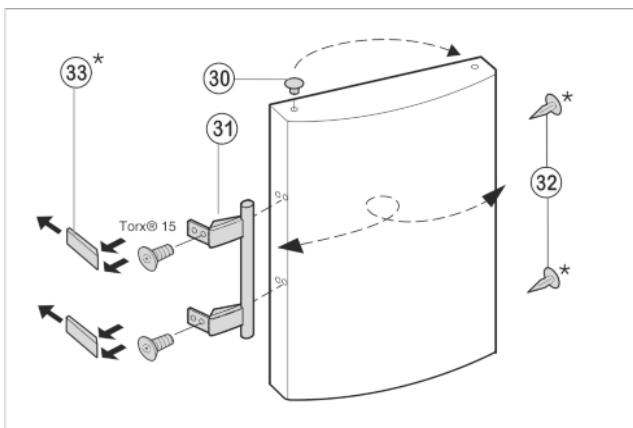

Fig. 9
- ▶ Извлеките пробку Fig. 9 (30) из опорной втулки дверцы и переставьте.
- ▶ Снимите и переставьте на противоположную сторону дверную ручку Fig. 9 (31), пробку Fig. 9 (32) и прижимные пластины Fig. 9 (33).